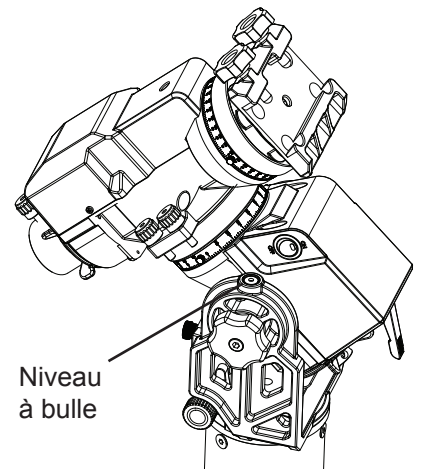

Fig. 1.2e
6. En ajustant la hauteur des jambes du trépied et en vous aidant du niveau à bulle (Fig. 1.2e), mettez la monture de niveau.